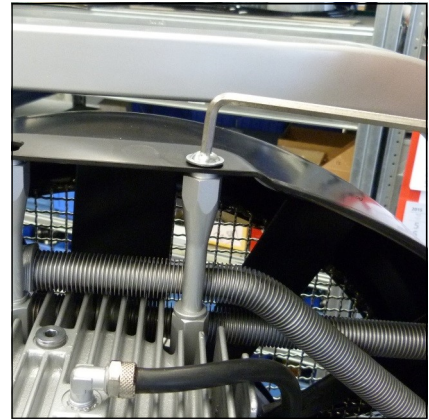

Abb. 1 - Befestigungsschrauben
- Befestigungsschrauben entfernen (Abb. 1).
- Befestigungsschrauben eindrehen und festziehen (Abb. 1).